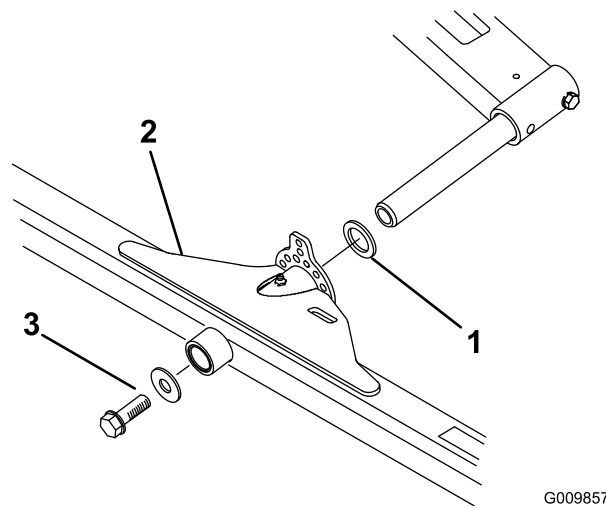

Figura 9
2. Fate scorrere il telaio dell'apparato di taglio sull'asta orientabile e fissatelo con una rondella piana e un bullone a testa flangiata (Figura 9).
1. Fate scorrere una rondella di spinta sull'asta orientabile del braccio di sollevamento (Figura 9).